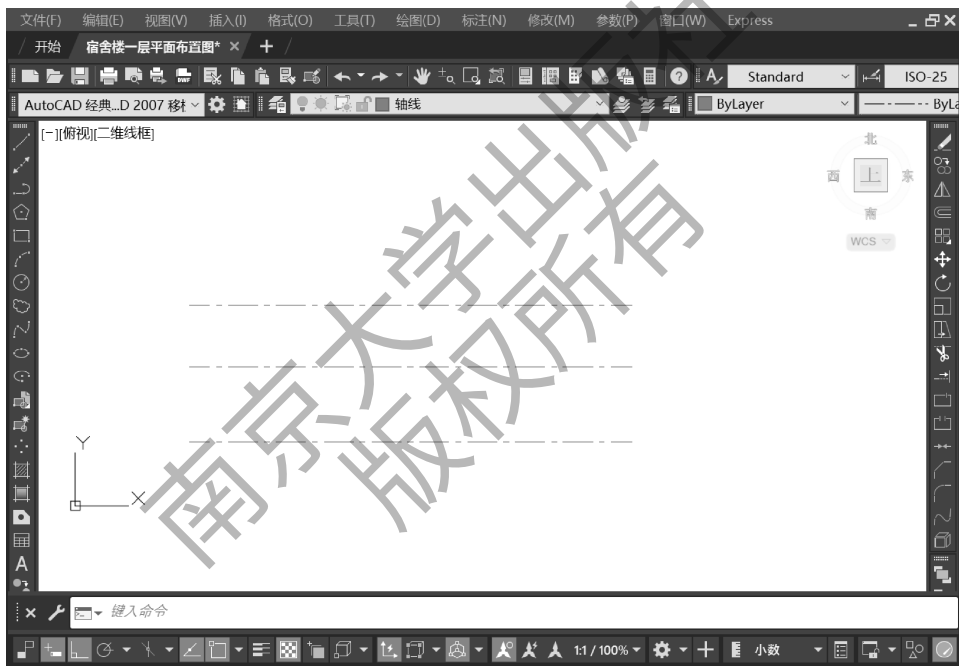

图 3-16 绘制 B~C 轴线
(1) OFFSET 指定偏移距离或【通过(T)/删除(E)/图层(L)】<通过>：在提示下，输入“8000”后按 Enter 键，表示 B~A 轴线间偏移距离为 8 000 mm。
(2) 在选择要偏移的对象或【退出(EX)/放弃(U)】<退出>：在提示下，单击选择 A 轴线，此时 A 轴线变虚。
(3) 在指定要偏移的那一侧上的点或【退出(E)/多个(M)/放弃(U)】<退出>：在提示下，在 A 轴线上任意位置处单击，则生成 B 轴线。
(4) 按 Enter 键结束【偏移】命令。
(5) 用相同的方法生成 C 轴线，如图 3-16 所示。